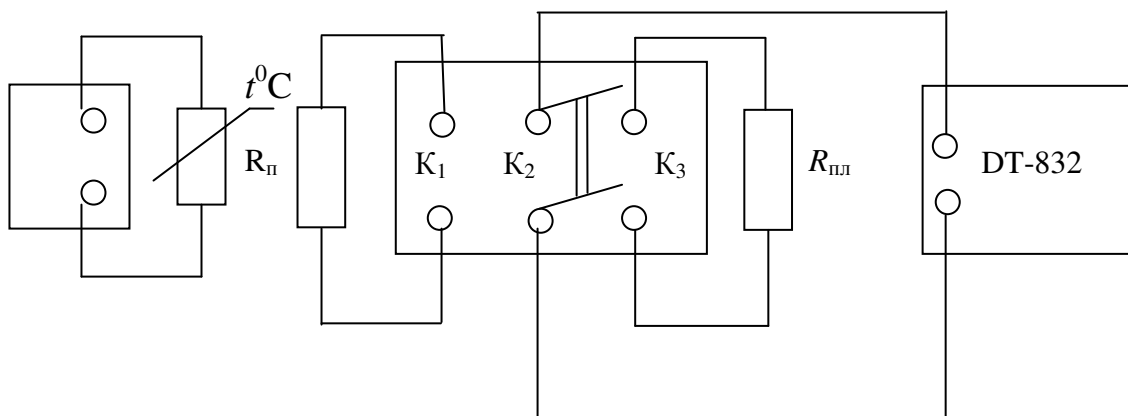

Рисунок 5.1. – Схема лабораторной установки
Проводник и полупроводник помещены в водяную баню, температура которой измеряется при помощи мультиметра М-838. Измерение сопротивлений измеряется мультиметром DT-832 (рис.5.1).
1. Собрать схему (рис. 5.1), соединить средние клеммы переключателя K_2 с клеммами моста с надписью R_x .